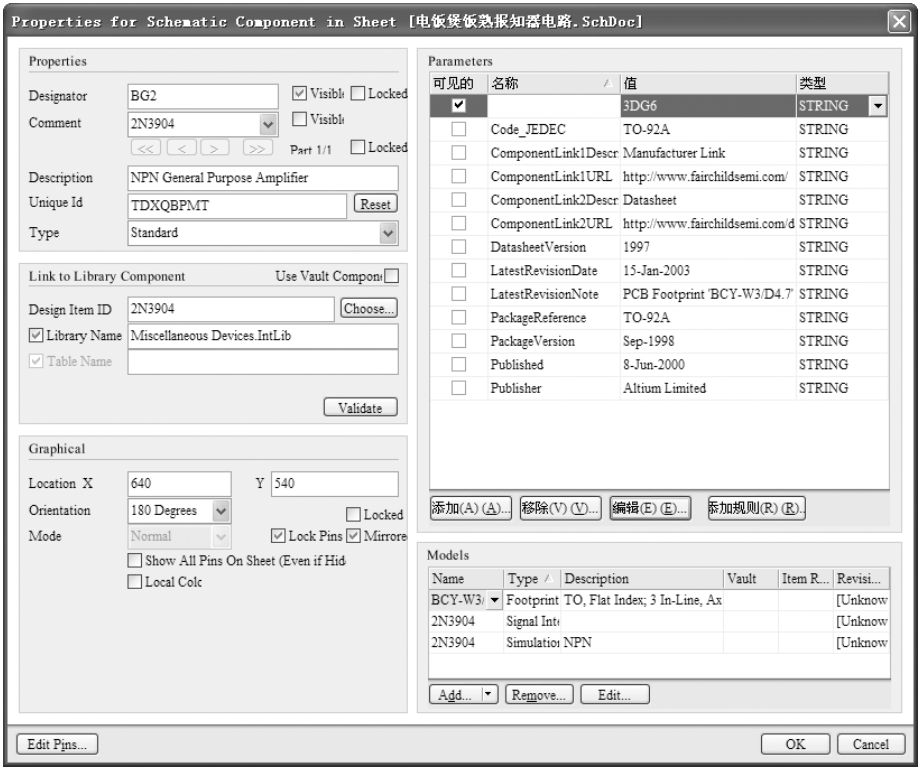

图 4-43 参数属性设置对话框
15) 单击“确定”按钮,完成添加,返回参数属性设置对话框,如图4-43所示。